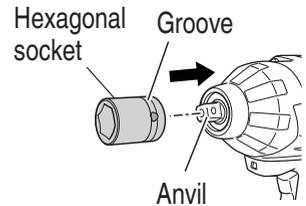

Fig. 5
4. Installing a socket (Fig. 5)